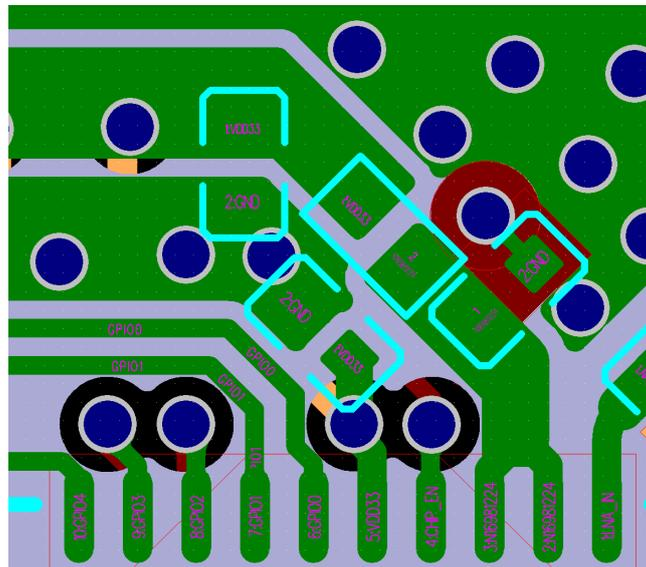

图 18: ESP32-C6 系列芯片四层板模拟电源设计
- 模拟电源 VDDA3P3 处 CLC 滤波电容中的对地电容的 GND 焊盘建议添加过孔连接至底层的地，其余层做 keep-out 隔离处理，进一步降低谐波干扰，参考图 18。